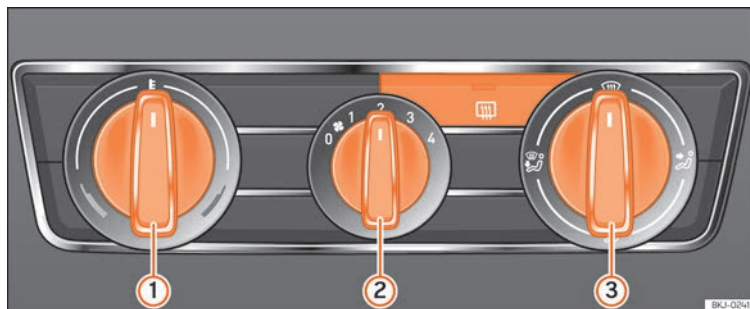

Fig.170 Sur le tableau de bord : éléments de commande du chauffage
- Tournez le régulateur de température »» fig. 170 ① vers la gauche.
- Placez la commande de soufflante ② sur l'une des vitesses 1-4.
- Orientez le flux d'air dans la direction souhaitée à l'aide du régulateur de répartition d'air ③.
- Tournez le régulateur de température » fig. 170 ① vers la droite pour sélectionner la puissance calorifique souhaitée.
- Tournez le régulateur de température » fig. 170 ① vers la droite jusqu'à la puissance de chauffage maximum.
- Réglez la commande de soufflante ② sur la vitesse 4.
- Tournez le régulateur de température » fig. 170 ① vers la zone de chauffage.
- Placez la commande de soufflante ② sur l'une des vitesses 2-3.